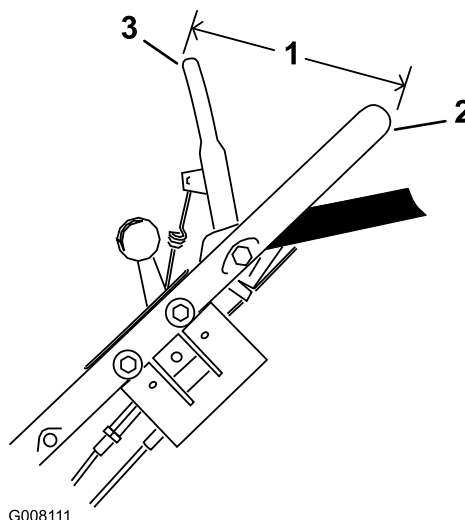

Figura 30
6. Sujete la barra de control de manera que la parte exterior de la misma quede a 5-1/2 pulgadas (14 cm) de la parte exterior del manillar, y tire del cable para eliminar la holgura, pero no tense el muelle (Figura 30).